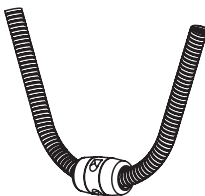

Рис. 4 / 4-сур.
5. Груз-противовес (4) необходимо закрепить на нижней точке изгиба петли гибкого шланга (см. рис. 4).